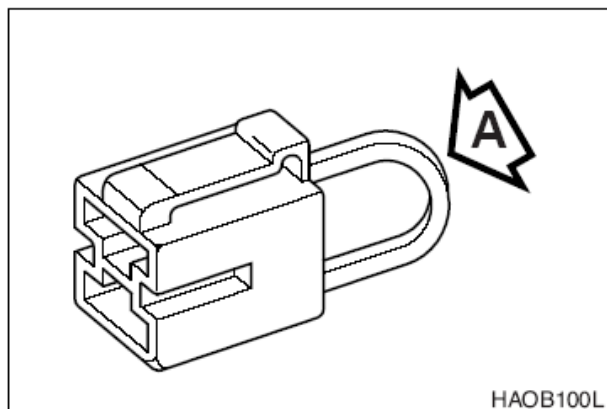

Рис. 81
Если двигатель не заводится, следует сначала убедиться, что стартер находится во включенном положении (ON) и в наличии питания (при отсутствии никакие индикаторы не горят). Убедиться, что часть А (рис. 81) плавкого соединения не повреждена и не перегорела. Заменить плавкое соединение в случае повреждения и выяснить причину.